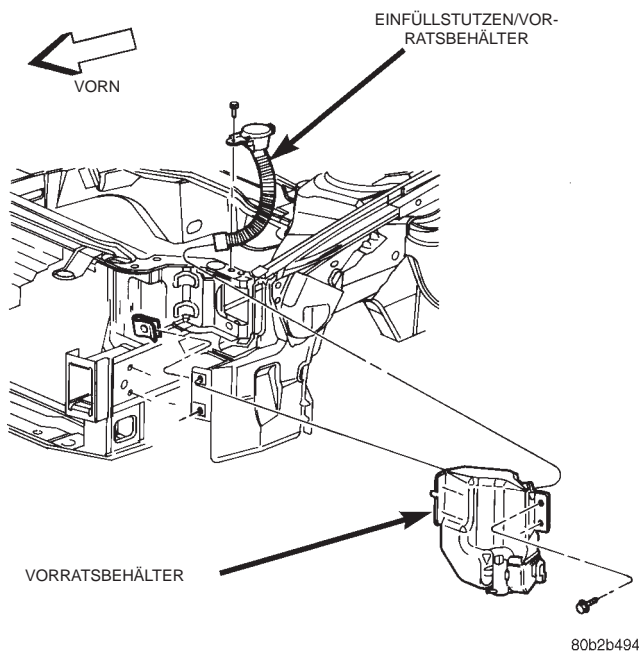

Abb. 1 Vorratsbehälter der Scheibenwaschanlage/Hauptscheinwerfer-Reinigungsanlage ausbauen
- (1) Motorhaube öffnen und das Batterie-Minuskabel (-) vom externen Batteriepol abklemmen.
- (2) Fahrzeug anheben und sicher abstützen.
- (3) Reinigungsflüssigkeit aus dem Vorratsbehälter in ein sauberes Gefäß ablassen.
- (4) Die vordere Stoßängerverkleidung so weit abbauen, dass der Vorratsbehälter zugänglich ist. Näheres hierzu siehe Kapitel 23, "Karosserie".
- (5) Steckverbinder von der Scheibenwaschpumpe, von der Hochdruckpumpe der Hauptscheinwerfer-Reinigungsanlage und vom Füllstandgeber abziehen.
- (6) Flüssigkeitsschläuche der Scheibenwaschpumpe und der Hochdruckpumpe der Hauptscheinwerfer-Reinigungsanlage abbauen.
- (7) Hinter den Vorratsbehälter greifen und den Einfüllstutzen von der Rückseite des Vorratsbehälters abziehen.
- (8) Die vier Befestigungsschrauben des Vorratsbehälters lösen (Abb. 1).